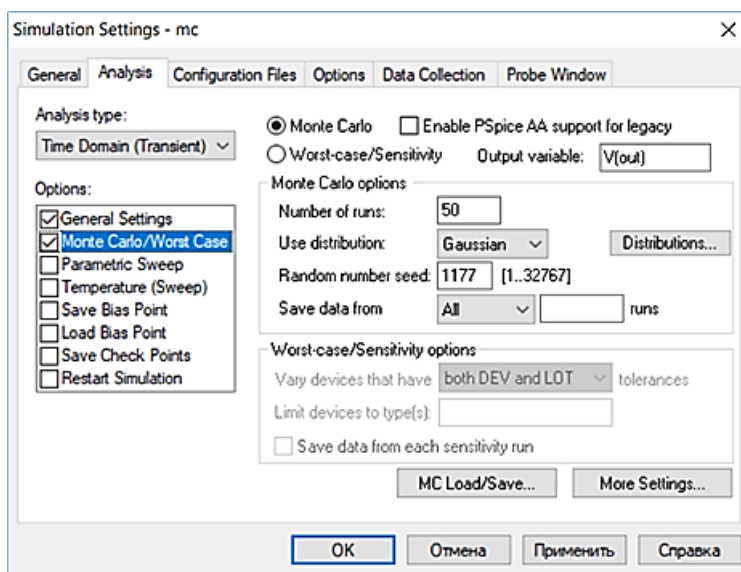

Рис. 4.2. Задание параметров статистического анализа.
Закон распределения вероятностей случайной величины (сопротивления) определяется установками профиля моделирования (Рис. 4.2). Можно задать нормальный закон (Gaussian), равномерный (Uniform) или любой другой (Distributions).
1. Создайте новый профиль моделирования командой **PSpice/New Simulation Profile**. В строке *Name* (имя профиля) введите **mc**, а в окне *Inherit From* (унаследован от профиля) выберите созданный ранее профиль **kharm**. Пометьте опцию **Monte Carlo/Worst Case** и сделайте все установки, как на Рис. 4.2: